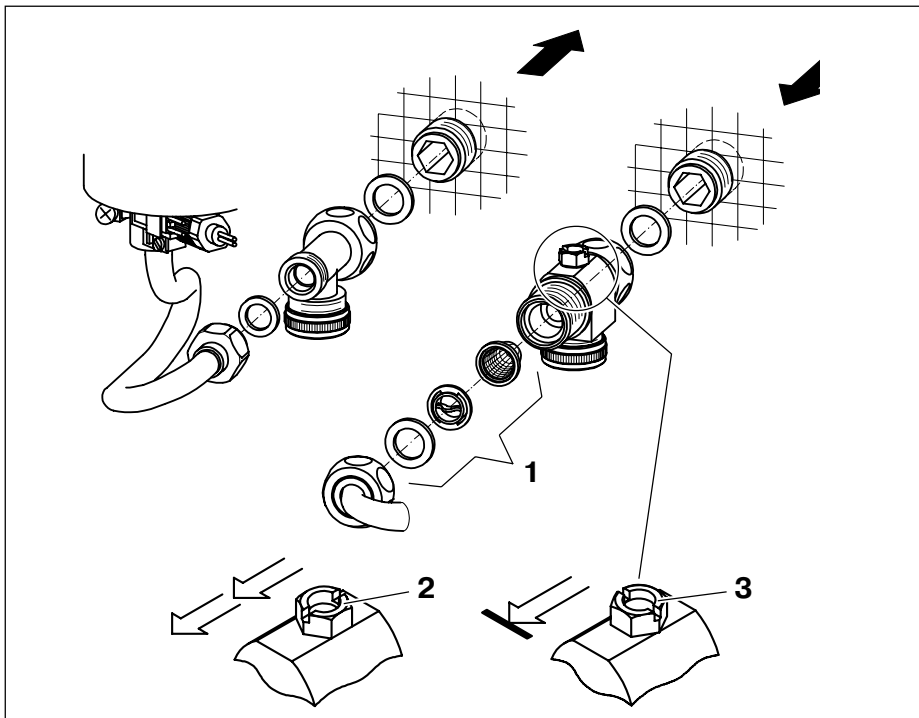

Рис. 14
- Детали для подключения воды монтировать в соответствии с рис. 14 или 15. При этом необходимо учитывать указательную стрелку.
(рис. 14)